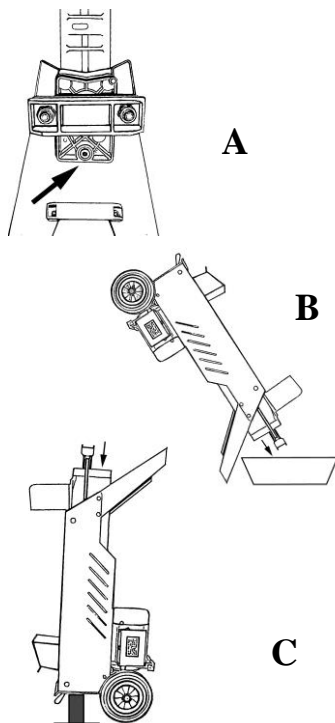

図 6
1. レベルゲージを外します。(図 6-A)
2. 10 リットルくらいの容量の容器を『ウッドファザーWF-07』の下に置きプランジャーブロックを持ち上げ『ウッドファザーWF-07』を傾けて作動油を容器に移します(図 6-B)
3. 『ウッドファザーWF-07』をモーター側が下になるように立てかけて新しい作動油を注ぎます。(図 6-C) 異なる種類の作動油を混ぜてはいけません。容量は 6.5L ですが、シリンダー内などに抜け切らない作動油が残るため、実際の追加量は 6.5L よりも少なくなります。